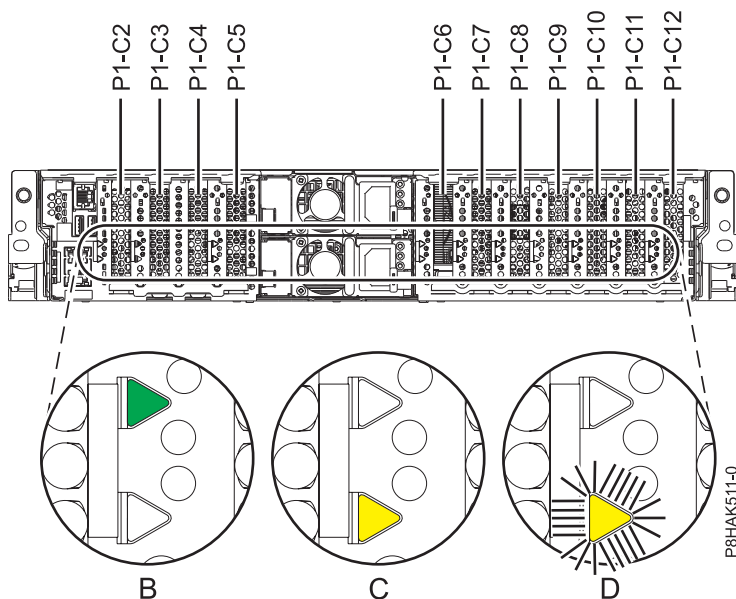

図 31. 5148-21L、5148-22L、8247-21L、8247-22L、8284-21A、または 8284-22A システムの PCIe アダプター・スロットの位置および LED の位置
6. PCIe アダプター・スロットおよび保守する PCIe アダプター用のサービス・インディケーターの位置を理解してください。PCIe アダプターは、システム背面に取り付けられています。56 ページの図 31 は、5148-21L、5148-22L、8247-21L、8247-22L、8284-21A、または 8284-22A システムの PCIe アダプターの位置およびその PCIe アダプターの発光ダイオード (LED) の位置を示しています。